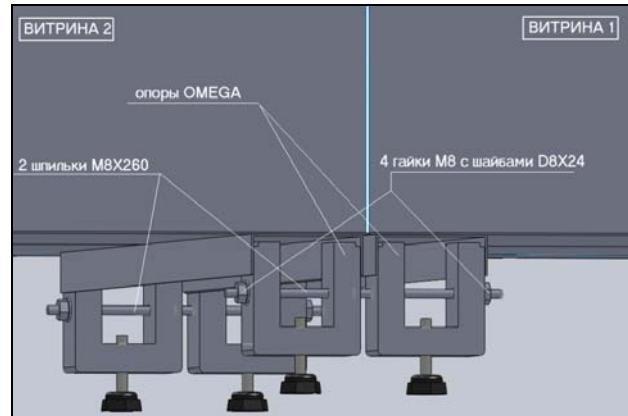

рис. 5
4. Стянуть опоры витрин 2-мя шпильками M8X260 и гайками M8 (через шайбы M8X24) через отверстия в опорах (рис.5).
**ВНИМАНИЕ! Заднюю шпильку ставить только если суперструктура односторонняя!!; Во всех остальных случаях стыковку сзади снизу производить путем стяжки через отверстия в траверсах (рис. 5)**